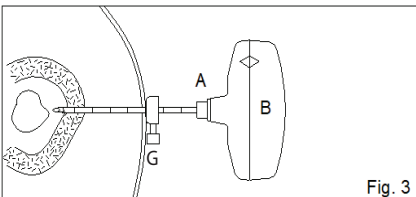

Fig. 3
FIG. 3 Con giros cuidadosos pero firmes, gire la cánula de corte y el estilete (A+B) en sentido horario hasta que el marcador de profundidad (G) alcance la piel o se alcance la posición deseada. Nota: Si el proceso de inserción es difícil, quite el estilete (B), inserte el taladro (C) en la cánula de corte (A) y trabaje las dos partes juntas para ensamblarlas.